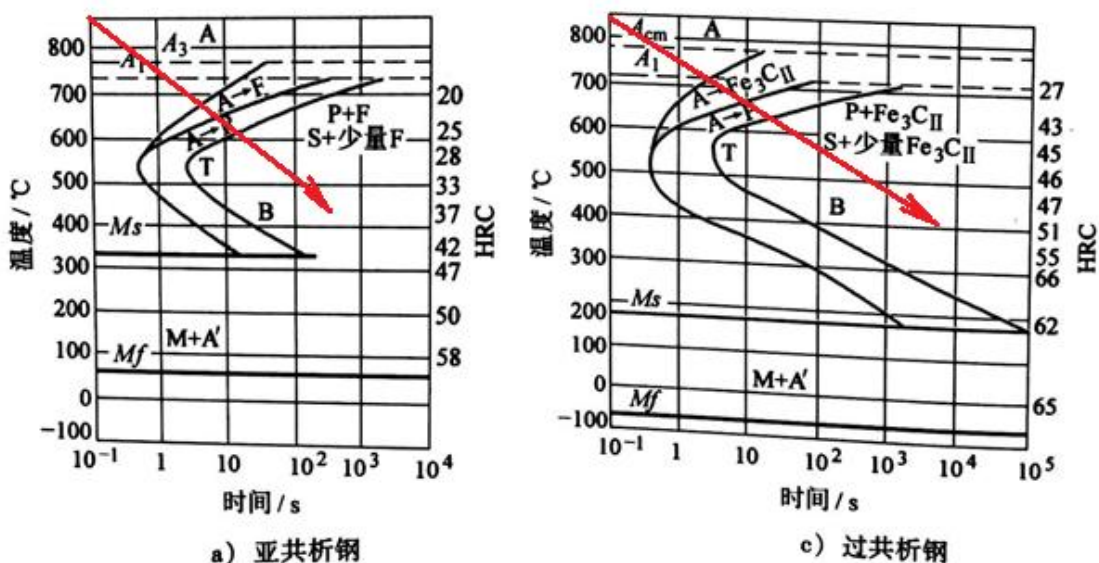

图 6 亚共析钢、过共析钢等温 C 曲线
如图 6 所示的亚共析钢 C 曲线，若按图中红色线冷却，室温下组织中是否有 F 呢？回答是“有”。因为冷却速度线与 A 向 F 转变的开始线相交，所以会有 F，但这个 F 是 A 相变产生的，与②中讲到的 F 含义不同。如图 6 所示过共析钢 C 曲线，若按图中红色线冷却，组织中是否有 Fe₃C 呢？答案也是“有”。因为冷却速度线与 A 向 Fe₃C 转变的开始线相交，所以冷却后组织中会有 Fe₃C，但这个 Fe₃C 是 A 相变产生的，与②中讲到的 Fe₃C 含义也不同。
(5) 如何看冷却速度线。